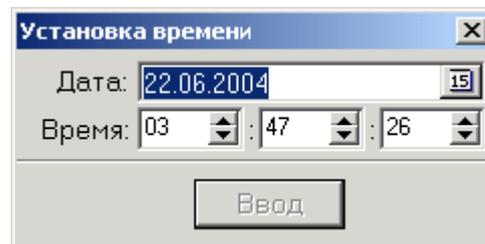

Рис. 55
3.15.7.1 Для корректировки текущего времени в СОИ необходимо щелкнуть мышью в поле часов на любом экране программы «АРМ оператора» (правый верхний угол) и провести изменения в появившемся окне (Рис. 55).